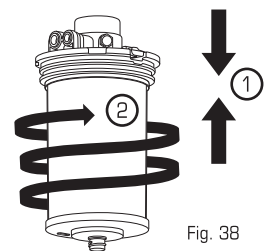

Fig. 38
10. **Presione firmemente** el Filtro junto con el Soporte ①. **Enrosque** el Filtro en el Soporte hasta que se **DETENGA** ② (Fig. 38)